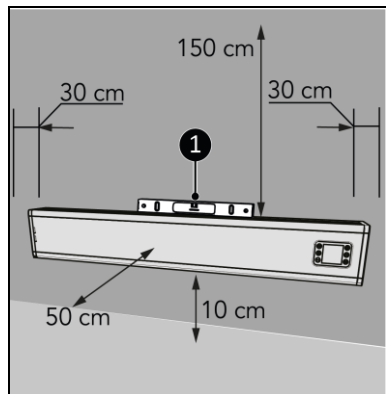

Figure 9
1. Placez l'appareil sur une surface verticale et solide. Utilisez un niveau à bulle pour placer l'appareil (figure 9, pos. 1).
2. Placez l'appareil en respectant une distance minimale (figure 9) de :